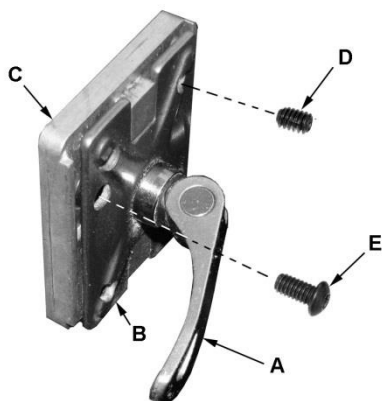

Рис. 22
5. Используя 3 мм шестигранный ключ, крутите любой из четырех установочных винтов (D, Рис. 22) доступных через отверстия, расположенные в углах через плавающий блок зажимов (Е ,рис. 22).